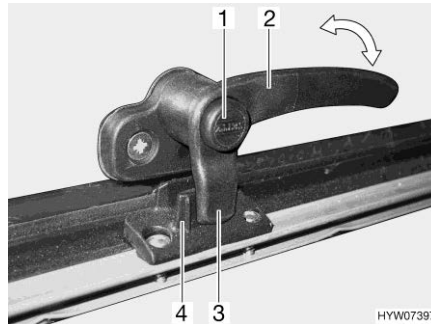
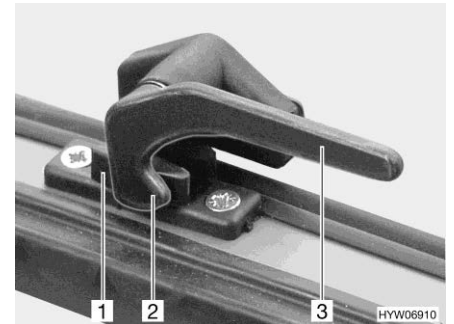

Bild 93 Låsarm med låsknapp i läget "stängd"
Bild 94 Låsarm i läget "stängd"
- Tryck på låsknappen (Bild 93,1) om sådan finns och håll den nedtryckt.
- Sväng låsarmen (Bild 93,2 eller Bild 94,3) ett kvarts varv mot fönstrets mitt.
- Sväng låsarmen (Bild 93,2 eller Bild 94,3) ett kvarts varv mot fönsterkarmen. Låsspaken (Bild 93,3 eller Bild 94,2) på låsarmen sitter helt på fönsterlåsets insida (Bild 93,4 eller Bild 94,1).
- I läget "helt stängt" (Bild 93 och Bild 94)